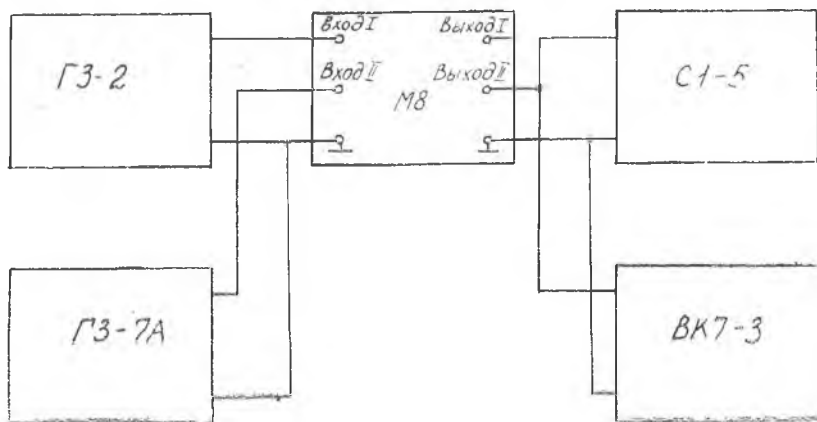
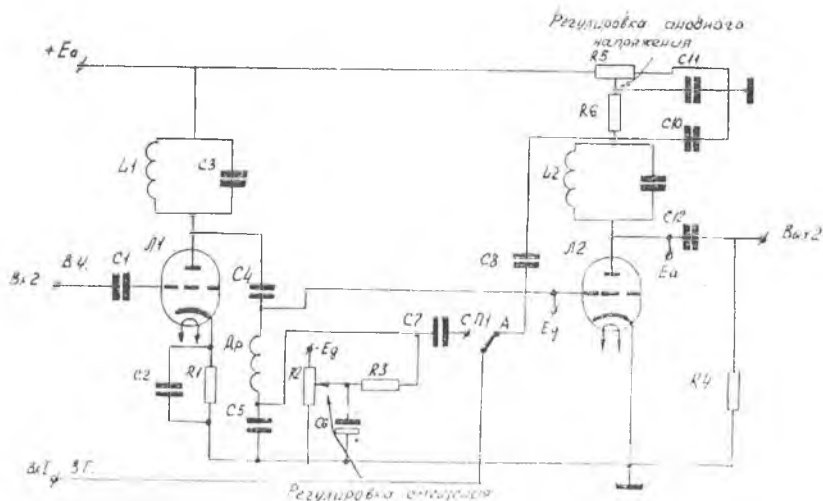

Рис. 7.1.
Рис. 7.2.
Лабораторная установка содержит лабораторный макет М₈, генератор стандартных сигналов ГЗ-7А, генератор звуковой частоты ГЗ-2, ламповый вольтметр ВК7-3 и осциллограф С1-5. Блок-схема лабораторной установки приведена на рис. 7.1., а принципиальная схема лабораторного макета на рис. 7.2.
1. Собрать установку согласно блок-схемы рис. 7.1.